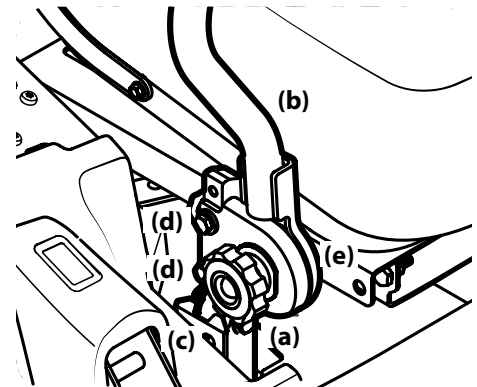

Figura 4-5
1. Afloje las perillas de la palanca de control de la transmisión (a) ubicadas a un lado de las palancas de control de la transmisión (b). Consulte Figura 4-5.
- Asegúrela en su lugar ajustando la perilla de la palanca de control de la transmisión (a). Consulte Figura 4-5.